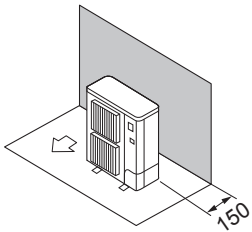

Fig. 2-3
- ① Hindernisse nur auf der Rückseite (Fig. 2-3)